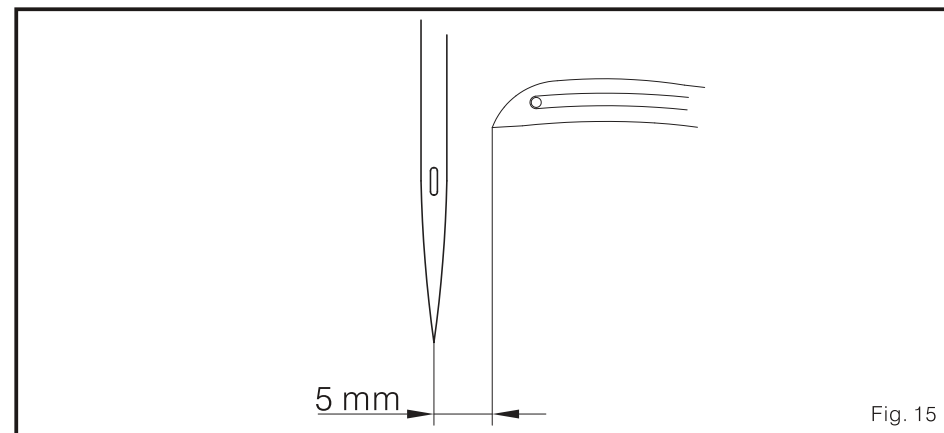

Fig. 15
4. Cuando la aguja este en el punto muerto inferior de la franja 0, la punta del bucleador deberá estar a 5 mm del diámetro exterior de la aguja. Cuando la aguja se mueva la punto muerto inferior de la tercera franja, el golpe posterior del bucleador, desde la punta del bucleador hasta el diámetro exterior de la aguja, también deberá existir una distancia de 5 mm. (Fig. 15)
### 3. Para ajustar (Fig. 15)